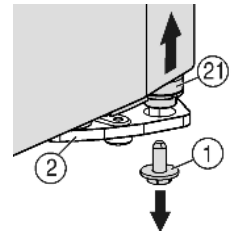

Fig. 4
- Unten rechts am Lagerbock die Sicherungsschraube *Fig. 4 (1)* herausdrehen.
- Der Lagerbolzen *Fig. 4 (21)* löst sich aus dem Lagerbock *Fig. 4 (2)*.
- Falls sich der Lagerbolzen *Fig. 4 (21)* nicht löst, den Bolzen von unten herausdrücken.
- ▶ Sicherungsschraube Fig. 4 (1) unten in den Lagerbolzen eindrehen und festziehen (**mit 4 Nm**).